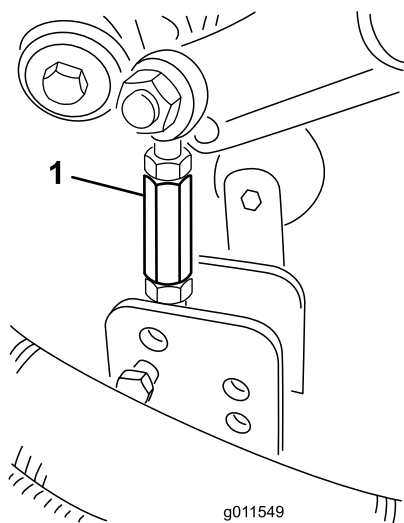

Figura 28
- Retire os pernos de gancho e os passadores de forquilha que fixam os elementos de ligação do amortecedor aos suportes da plataforma do cortador (**Figura 28**).